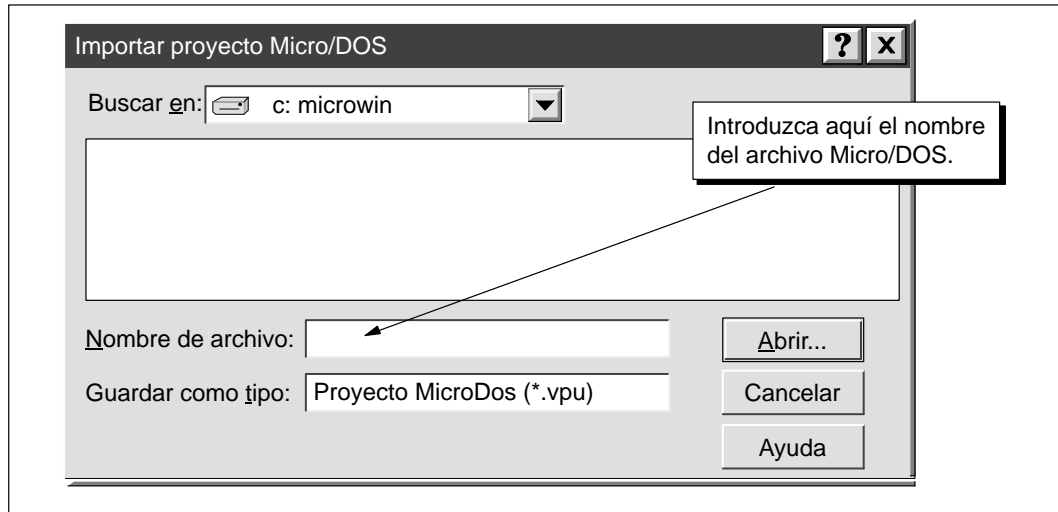

Figura E-3 Selección del programa de STEP 7-Micro/DOS
4. En el cuadro de diálogo "Importar proyecto Micro/DOS" (que muestra la figura E-3), elija el directorio que contiene el programa de STEP 7-Micro/DOS que desea importar.
5. Haga doble clic en el archivo de STEP 7-Micro/DOS (o introduzca el nombre del mismo) como muestra la figura E-3.